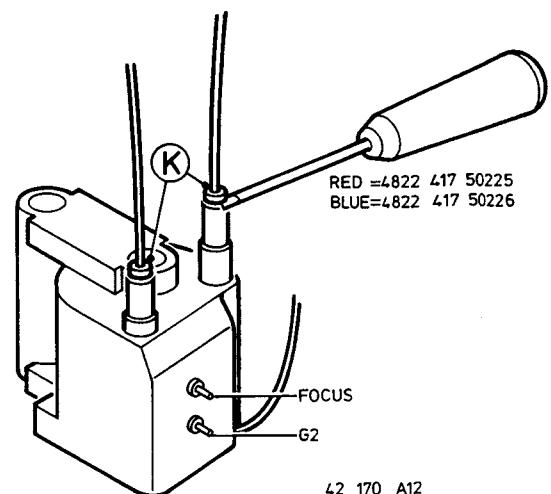

Fig. 3
- Das Hochspannungs- und Fokuskabel lässt sich vom Horizontal-Ausgangstransformator trennen, indem mittels eines Schraubendrehers oder eines Seitenschneiders die Klemmbuchse K angehoben wird (siehe Bild 3). Wird ein Kabel anschliessend wieder eingesteckt, so muss vorher die Klemmbuchse auf den Transformator gedrückt werden, bis diese hörbar einrastet. Danach lässt sich das Kabel durch die Buchse im Horizontal-Ausgangstransformator hineindrücken. Es ist zu beachten, dass das Kabel ausreichend tief hineingedrückt wird.
Mit dem Fokuspotentiometer am Horizontal-Ausgangstransformator wird die Fokusspannung eingestellt. (Siehe Bild 3.)
Helligkeit und Kontrast auf 2V regeln. Ein Schwarzrastersignal einspeisen. Ein Oszilloskop an die Kathode für Rot der Bildröhre schalten. Mit dem G2-Potentiometer am Horizontal-Ausgangstransformator (siehe Bild 3) den Schwarzpegel auf 130V regeln.